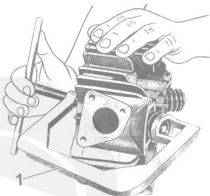

Fig. 22
Con apposito attrezzo n° 10907200 (1 di fig. 22) applicato sul fungo di una valvola e sul piattello superiore, avvitare le vite dell'attrezzo di quel tanto da comprimere le molle (quando l'attrezzo è in tiro sarà bene dare in testa a tale attrezzo un colpo di mazzuola, questo serve a scollare il piattello dai semiconi) e poter levare i due semiconi. Levati i semiconi svitare l'attrezzo e sfilare:
- infine i due semiconi adoperando l'apposito attrezzo n° 10907200 (1 di fig. 22) applicato al fungo della valvola e sul piattello superiore; avvitare la vite dell'attrezzo fino a che si possono montare i due semiconi, indi svitare l'attrezzo.